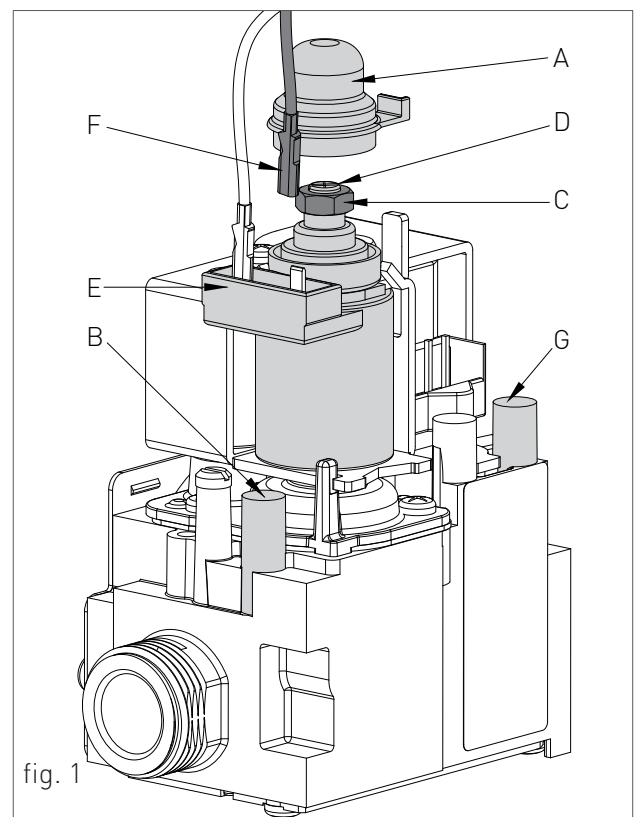

fig. 1
- > in caso contrario togliere il tappo 'A' (fig.1) e agire con una chiave aperta da 10 sul dado 'C' (fig.1) ruotandolo fino a che il manometro non segni la pressione corretta.
- > Togliere il tappo 'A' (fig.1) dal modulatore e controllare che il dado 'C' (fig.1) sia completamente avvitato.
- > scollegare uno dei due fastom 'F' (fig.1) di alimentazione sul modulatore 'E' (fig.1) e verificare che la pressione
- > in caso contrario, mantenendo bloccato il dado 'C' con una chiave aperta da 10, agire con un cacciavite a taglio sulla vite 'D' (fig.1) ruotandola fino a che il manometro non segni la pressione corretta.
- > ricollegare il fastom di alimentazione sul modulatore 'E' (fig.1);
- > rimontare il tappo 'A' (fig.1) sul modulatore nella posizione originale per il corretto funzionamento.